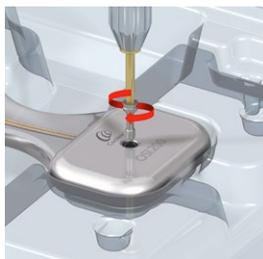

Fig. 20 : Fixation de la vis de fixation sur l'implant OSI200
6. Utilisez le tournevis UniGrip 95 mm pour retirer la vis de fixation de la coque d'emballage coque de l'implant sans forcer. Vissez soigneusement la vis de fixation dans le vibreur jusqu'à ce qu'elle soit entièrement insérée (Fig. 20).